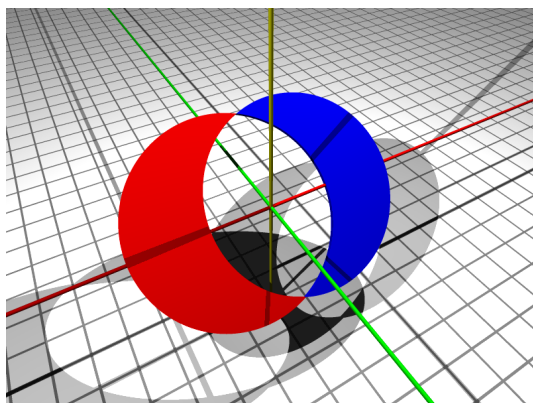

FIGURE 14: Incliner le couple de lunules.
- Incliner le couple de lunules de l'angle choisi (figure 14) .